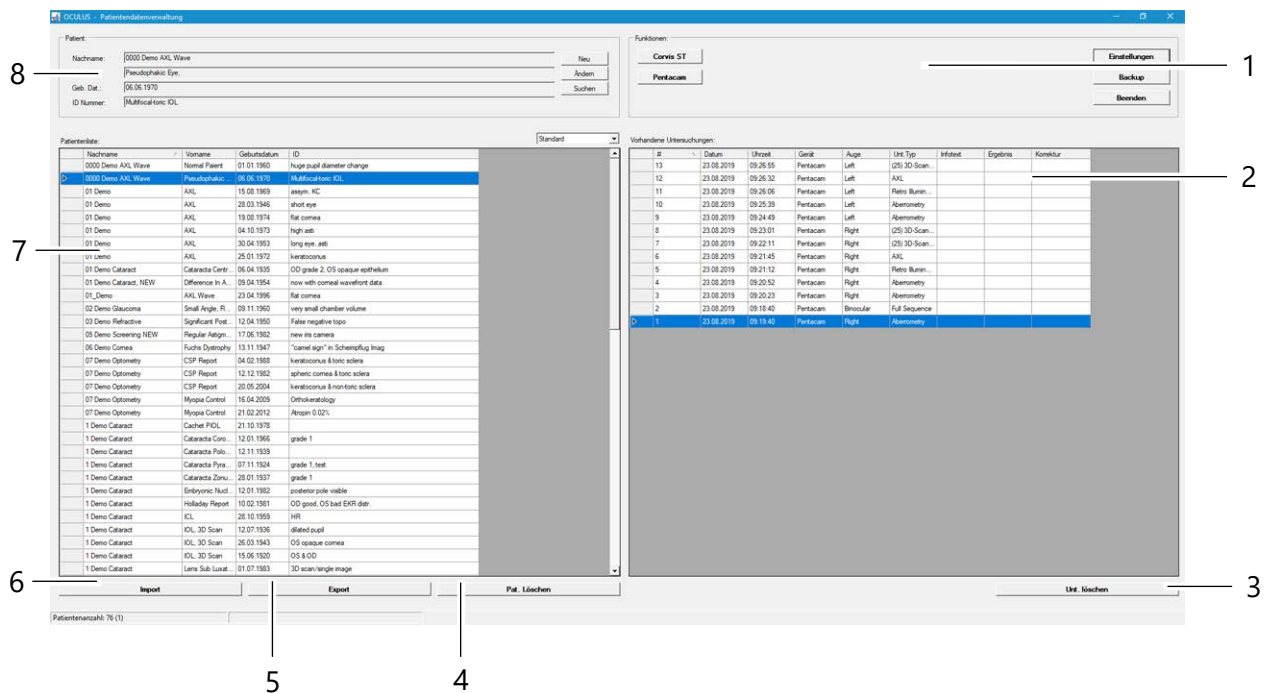

Abb. 8-1: Bedienoberfläche der Patientendatenverwaltung
- ➔ Starten Sie nach der Auswahl eines Patienten das Pentacam®-Programm durch Anklicken der Schaltfläche [Pentacam] → Abb. 8-1 (Seite 35).